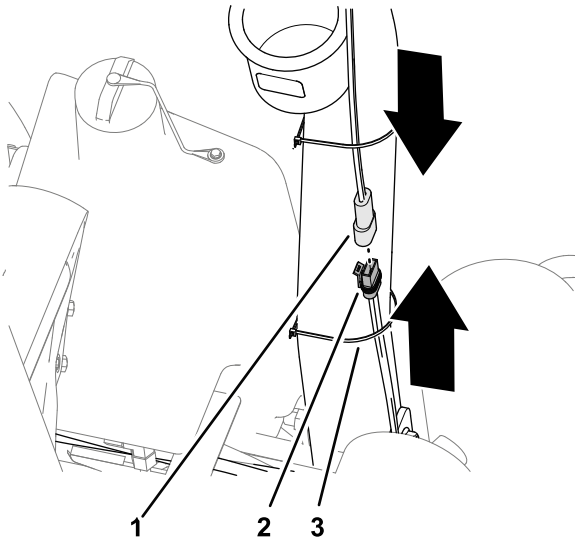

Figura 19
1. Conecte el conector hembra de 2 vías del arnés de alimentación al conector de 2 pines del arnés de cables del toldo (Figura 19).
2. Fije el arnés de alimentación al tubo de la barra antivuelco con una brida (Figura 19).